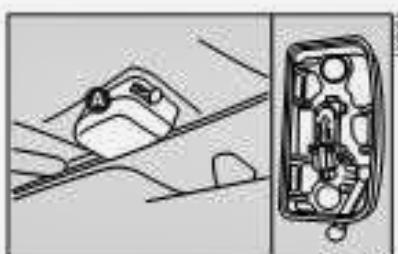

fig. 23
CONJUNTO DA LUZ INTERNA fig. 23
- com uma chave de fenda no ponto A - fig. 23, remover o conjunto da luz interna montada a pressão.